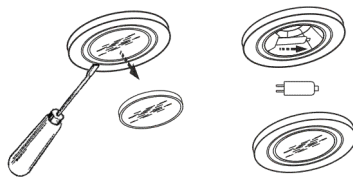

рис. 14
8.6.2 Замена галогенной лампы (рис. 14) :